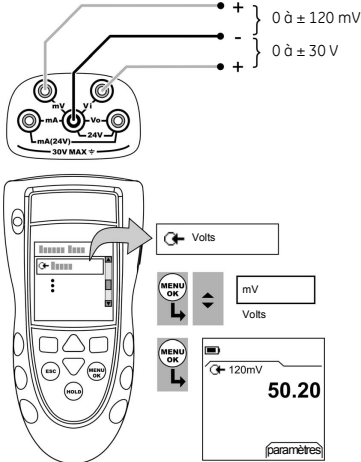

Figure 1 : Exemple de configuration - Mesure de tension en mV ou en volts
1. Connecter l'instrument (Figure 1) et, si nécessaire, régler la *Configuration* (Tableau 1).